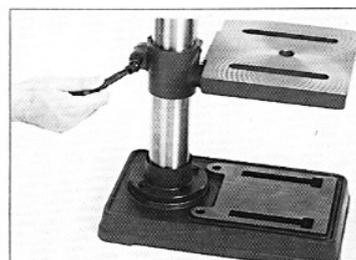

図2-5
(5) ⑩クランクボルトをテーブル上下用ハンドルの反対側から入れ、締めて下さい。図2-5